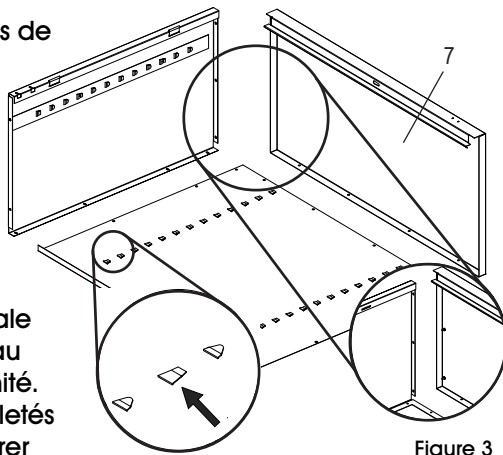

Figure 3
3. Fixez le dessus de l'armoire (7) à l'unité en glissant la bride extérieure par-dessus l'arrière de l'unité et la bride latérale sur le panneau latéral de l'unité. Les goujons filetés doivent s'insérer dans les trous de la bride supérieure du côté et être fixés à l'aide de trois écrous. Fixez le panneau arrière au dessus de l'armoire à l'aide de quatre boulons et écrous. (Voir Figure 3)